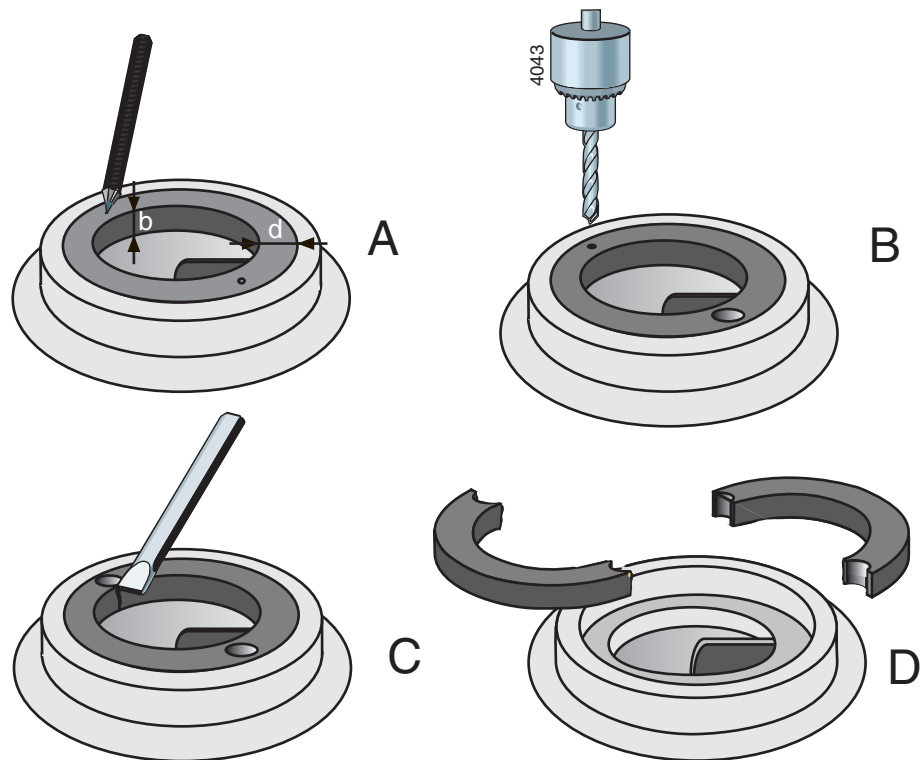

Рисунок 12. Извлечение компенсационного кольца
- 1 Измерьте толщину (d) и ширину (b) кольца, см. рисунок 12 A.
- 2 Прodelайте центрующие отверстия посередине кромки кольца в двух противоположных точках, см. рисунок 12 B.
- 3 С помощью сверла с диаметром несколько меньшим, чем толщина кольца (d), просверлите в кольце два отверстия, см. рисунок 12 C. Глубина сверления не должна превышать ширину кольца (b). Старайтесь не повредить установочную фаску корпуса насоса.
- 4 Пользуясь зубилом, вырубите оставшуюся часть толщины кольца. Теперь кольцо можно разделить на две части и извлечь его из корпуса насоса, см. рисунок 12 D.